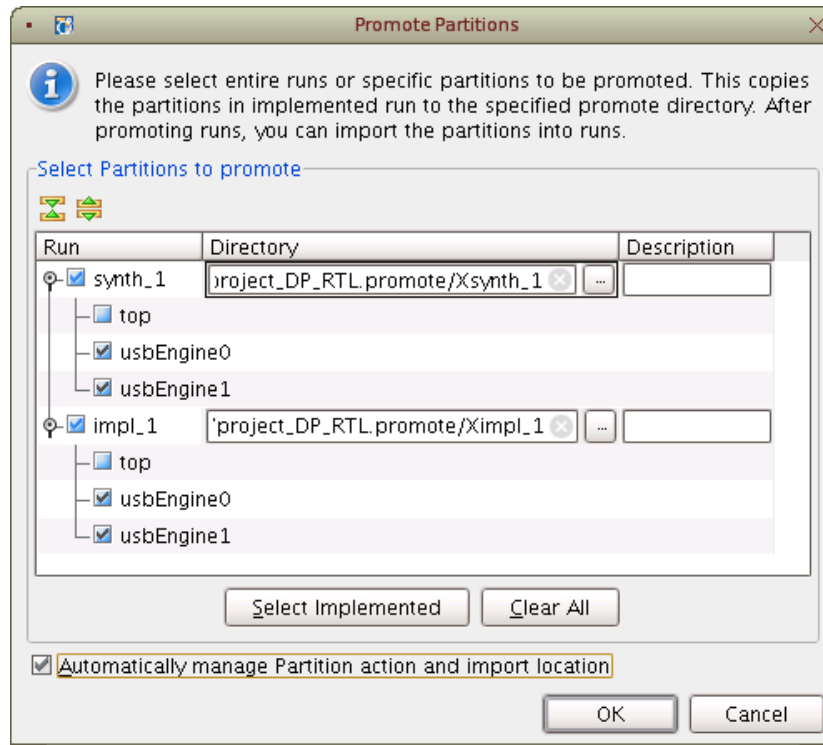

図 12 : [Promote Partitions] ダイアログ ボックス
6. 2 つの `usbEngine` インスタンスが合成およびインプリメンテーションでプロモートされるようにオンになっていることを確認します。図 12 を参照してください。